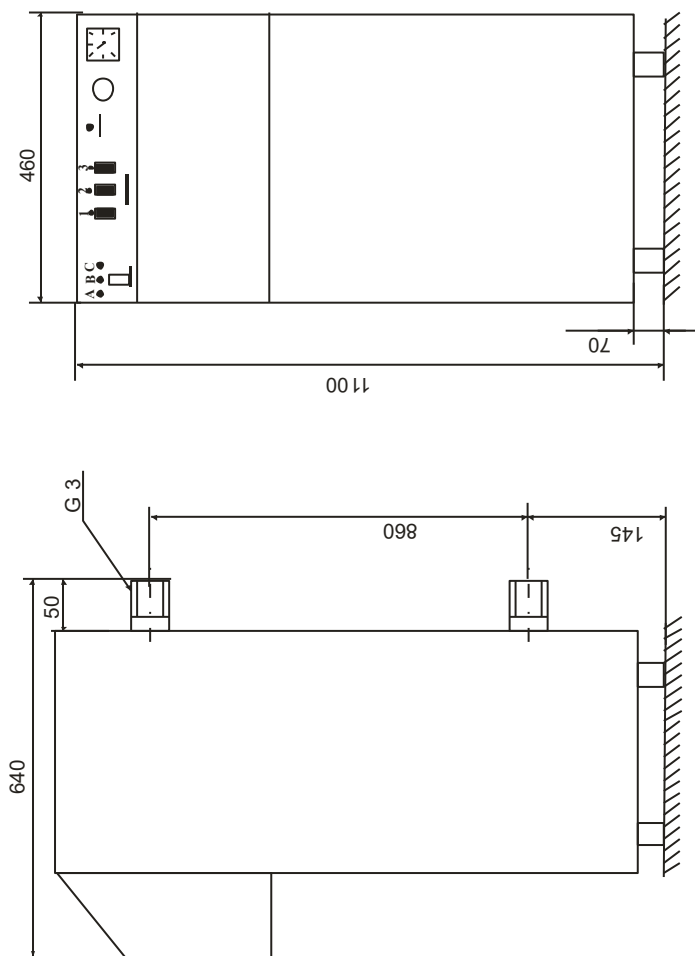

Рис. 2. Апарат електричний водогрійний
5.1 КЕО є конструкцією, що складається з окремих вузлів, розміщених в сталевому корпусі форми паралелепіпеда (див. рис.2). Корпус є несучою конструкцією, сприймаючою навантаження, які виникають при експлуатації і транспортуванні. Блок управління закріплюється на передню верхню частину кожуха.